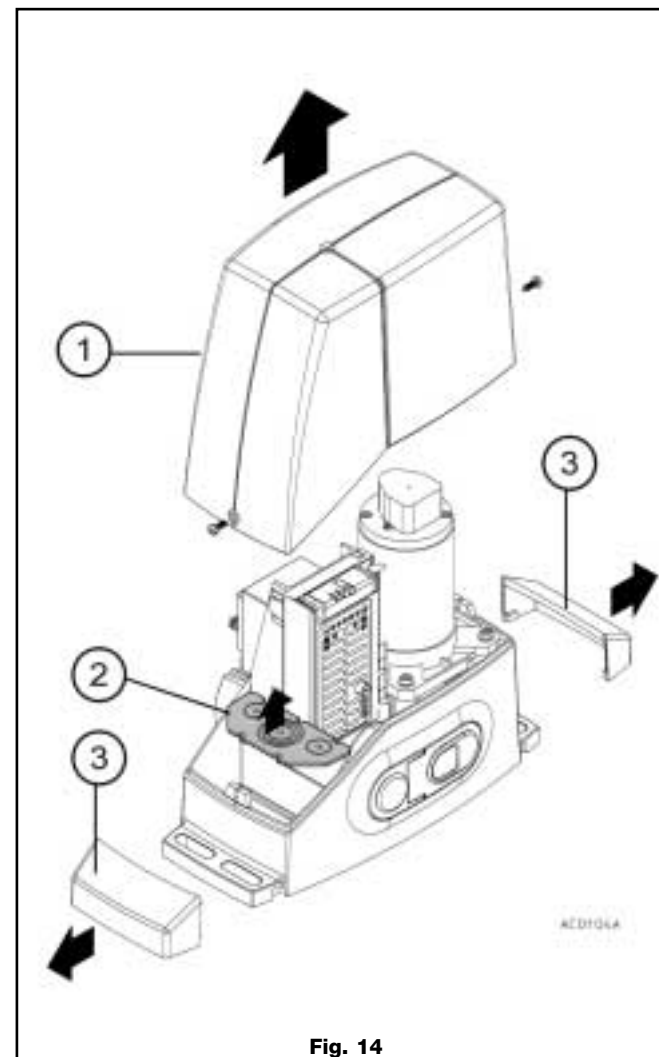

Fig. 14
- a) Retirer la protection du moto-réducteur (1 fig. 14), le presse-étoupe (2 fig. 14) et retirer les couvercles des pattes de fixation (3 fig. 14).